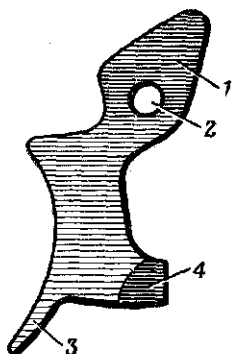

Рис. 16. Спусковой крю-
**Спусковой крючок** (рис. 16) служит для спуска курка с боевого взвода. Спусковой крючок имеет верхний зуб для вывода шептала из зацепления с боевым выступом курка, отверстие для оси, хвост для нажима пальцем при производстве выстрела и нижний зуб для